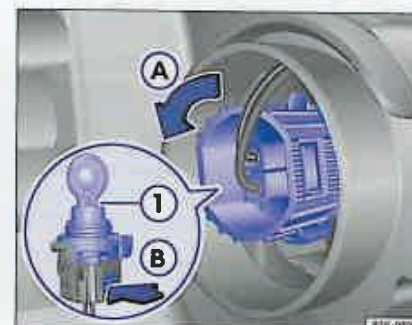

Fig. 49 Demontarea și montarea becului luminii de semnalizare.
- Rotiți suportul becului în sensul indicat ⇒ pagina 99, fig. 49" Ⓐ și scoateți suportul cu becul.
- Apăsăți pe elementele de încuiere Ⓑ și trageți becul ① din suport.
Lămpile cu incandescență ale farurilor se schimbă din compartimentul motorului ⇒ ⚠. Imaginile ⇒ pagina 99, fig. 48" și ⇒ pagina 99, fig. 49" indică farul din partea stângă din spate. Farul din partea dreaptă este construit ca văzut în oglindă.